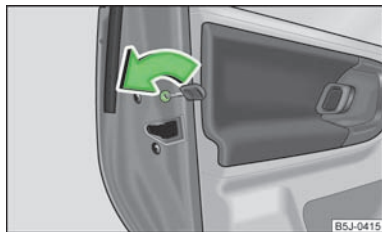

Abb. 10
- Mit dem Fahrzeugschlüssel den Schlitz an der hinteren Tür in Pfeilrichtung drehen » Abb. 10.